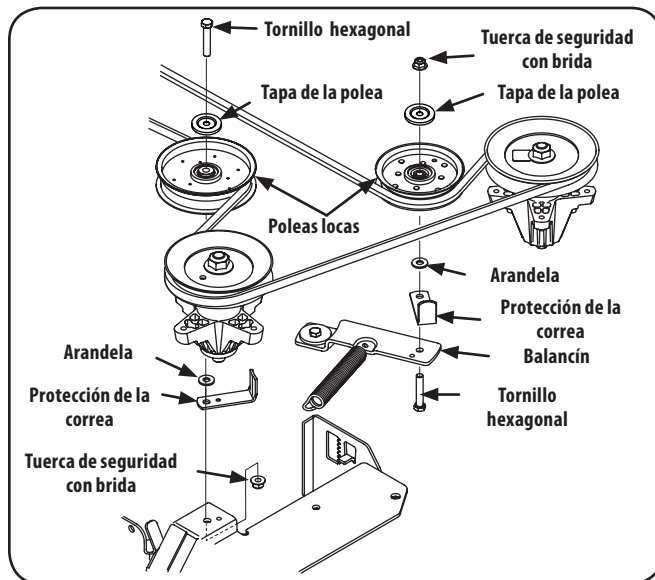

Figura 7-9
3. Extraiga las dos poleas locas, para lo cual debe retirar los tornillos de cabeza hexagonal y las tuercas de seguridad con brida que las sujetan a la plataforma y el brazo de polea loca. Consulte la Figura 7-9. No afloje ningún elemento de ferretería al sacar el tornillo de cabeza hexagonal y la tuerca de seguridad con brida.
6. Coloque la correa alrededor de las poleas locas que extrajo en el paso 3 con el lado en "V" orientado hacia adentro. Una vez que todo esté en su lugar, vuelva a colocar los elementos de ferretería y ajuste la tuerca de seguridad con brida para sujetar el conjunto. Consulte la Figura 7-9.
- Use una llave de $\frac{15}{16}$ " para sostener la tuerca hexagonal en la parte superior del conjunto del husillo cuando afloje la tuerca hexagonal que fija la cuchilla. Se puede colocar un bloque de madera entre el alojamiento de la plataforma y el borde de corte de la cuchilla para ayudar a aflojar la tuerca hexagonal que fija la cuchilla. Vea la Figura 7-9.